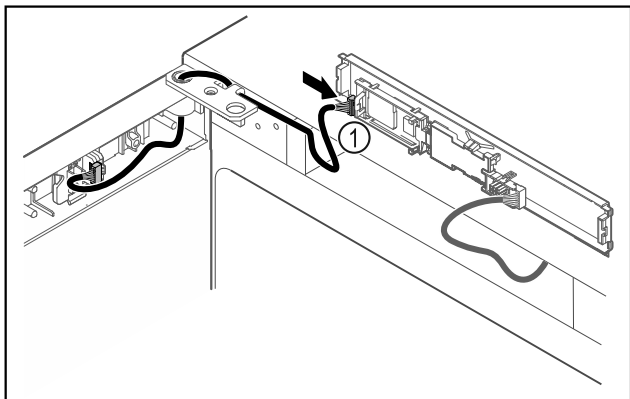

Fig. 44
- ▶ Introduceți fișa Fig. 44 (1) la placa electronică.